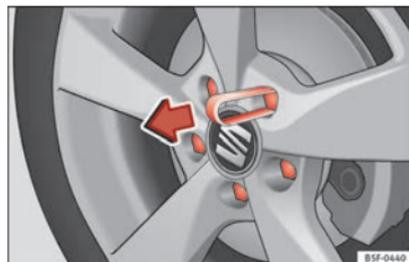

Fig. 70 Roue : boulons de roue avec capuchons.
- Encastrez la pince en plastique (outillage de bord) sur le capuchon jusqu'à ce qu'elle s'emboîte » **fig. 70**.